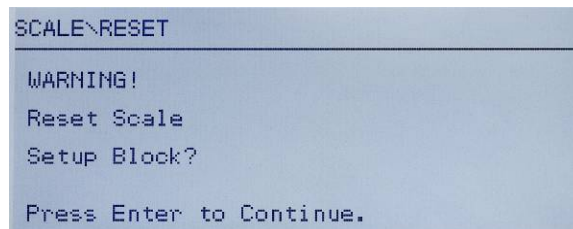

Abbildung 3-24: Warnbildschirm über das Zurücksetzen des Terminals
Speisespannung	Zeigt die Speisespannung der Wägezelle an. Siehe Abbildung 3-24 und Abschnitt 3.11.6.4.3, Speisespannung .
- Verwenden Sie die Navigationstaste AB, um „Zurücksetzen“ zu wählen, und drücken Sie dann auf EINGABE. Auf dem Bildschirm wird eine Warnmeldung über das Zurücksetzen des Waagen-Setups eingeblendet (Abbildung 3-24).